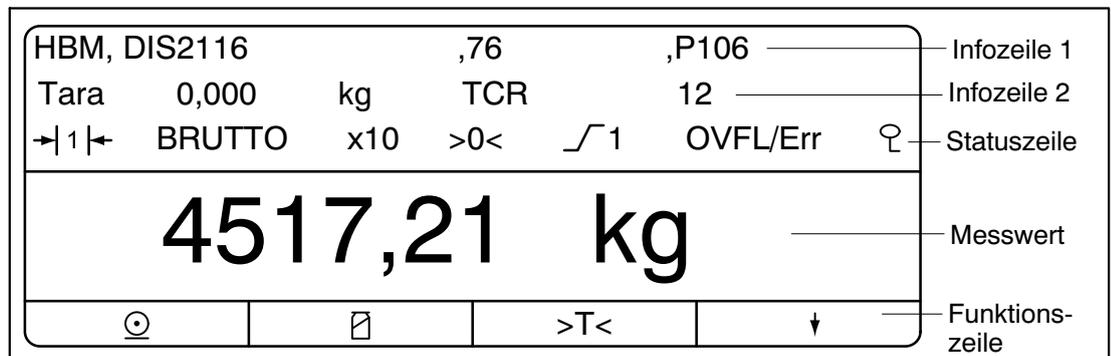

Abb. 6.2: Anzeige
- Tasten „F1“ ... „F4“ = Die Funktion der Tasten wird durch den Text oder die Symbolik in der Funktionszeile im Display angezeigt, siehe Abb. 6.2